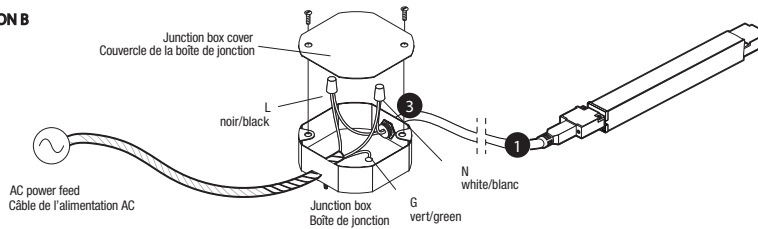

Fig. 8.2
- 3.2. **Option B:** through the knock-out hole (3) in the side of the junction box using appropriate strain relief (Fig. 8.2).
- 3.2. **Option B :** à travers le trou à défoncer (3) sur le côté de la boîte de jonction à l'aide d'une décharge de traction appropriée (Fig. 8.2).